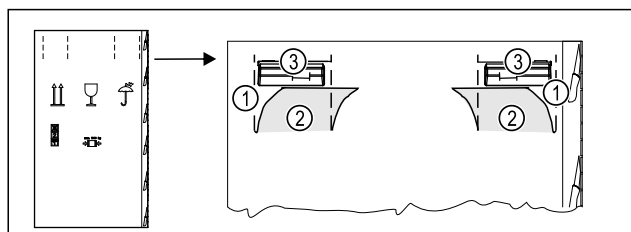

Fig. 6
- Comprimerne il cartone di imballaggio in alto sulla perforazione Fig. 6 (1).
- Estrarre le linguette compresse Fig. 6 (2).
- La maniglia di trasporto Fig. 6 (3) a destra e a sinistra è visibile.
- Tenere l'apparecchio dalle maniglie di trasporto Fig. 6 (3).